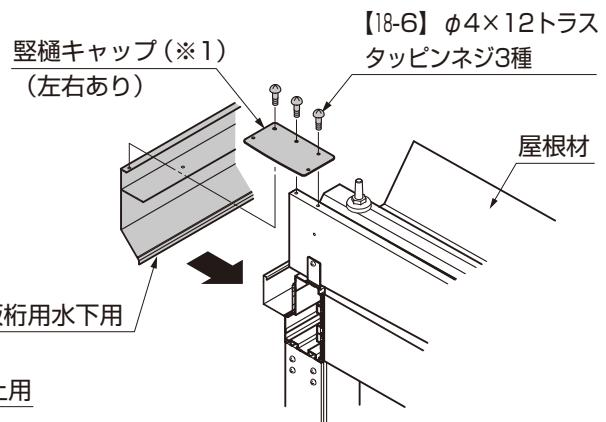

図17-3 B部詳細図
- ②幕板桁用水上用の両端上方の内側に止水パッキン横樋梁用の裏面シールをはがして貼付けてください。(図17-3参照)
- ③幕板桁用水上用を堅樋キャップに【18-6】で取付けてください。(図17-3参照)